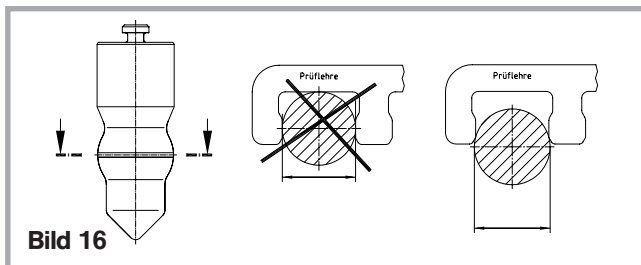

Bild 16
- Diametern på kopplingsbultens klotformade del får ej understiga 55 mm. Är diametern mindre än **55 mm** skall kopplingsbulten bytas (se bild 16 Tolsats ROE 71354).